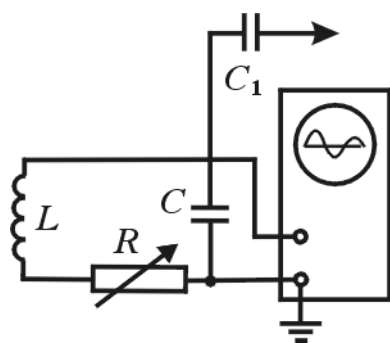

Рис. 3.56
Переменное напряжение, возникающее на обкладках конденсатора колебательного контура C , подается на вертикальный вход осциллографа. Схема подключения колебательного контура к осциллографу представлена на рис. 3.56. Для измерения периода колебаний используется звуковой генератор. Измерение амплитуды колебаний выполняется с помощью масштабной сетки, расположенной на экране осциллографа.
1. Соберите схему согласно рис. 3.56. Включите осциллограф в сеть 220 В.